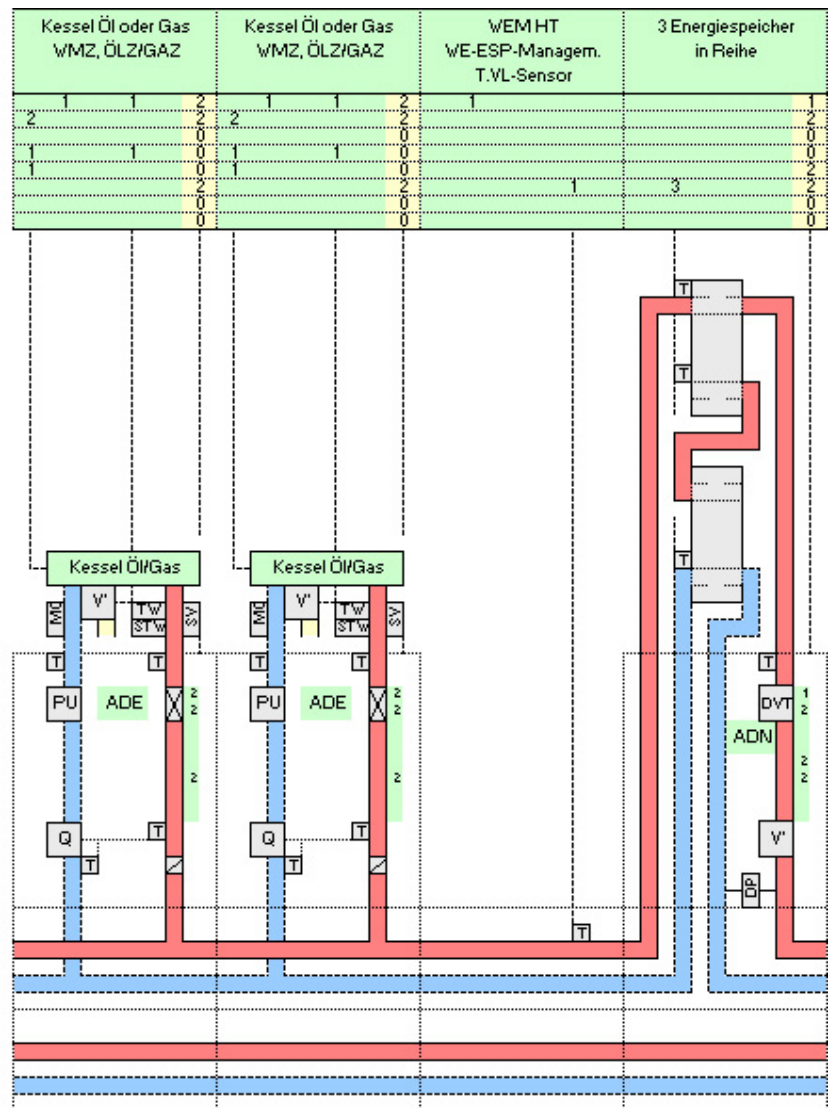

Bild 42
42. Zwei und mehr Wärmeerzeuger an einem Energiespeicher (WE1.WE2.WEM.ESP) (Bild 42)